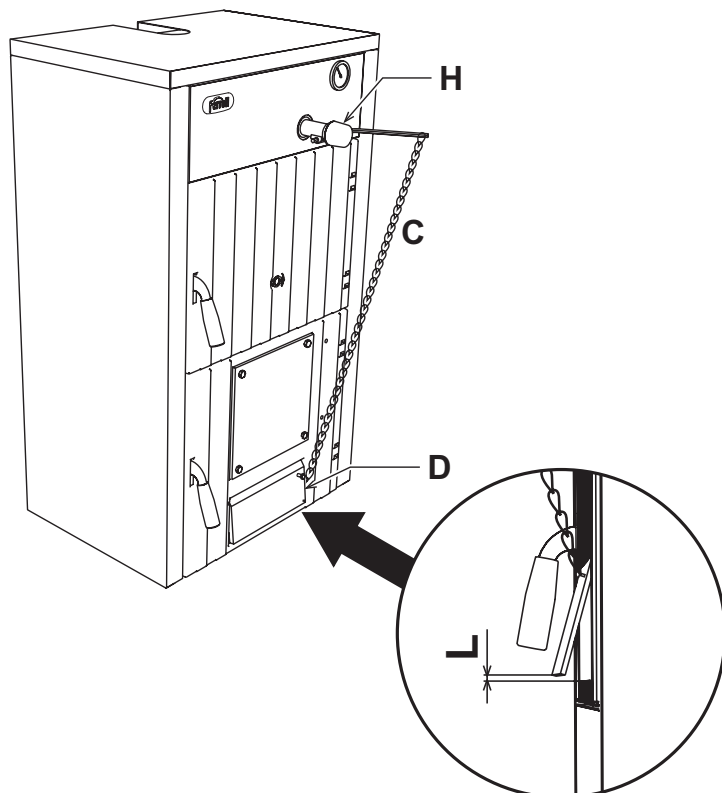

рис. 2 - Установка
2. Установите термостатический регулятор "Н" рис. 2.
4. С помощью предусмотренного для этой цели винта регулируйте дверцу воздухозаборника так, чтобы при опущенной дверце величина зазора для прохода воздуха составляла 1 - 2 мм, но не более. При холодном котле поставьте термостат на 60°. Прикрепите цепочку "С" к проушине "D" дверцы воздухозаборника и регулируйте ее длину так, чтобы зазор для прохода воздуха "L" (рис. 2) составлял около 15 мм при использовании каменного угля "coke III" и 2 мм при использовании древесного топлива.
С помощью предусмотренного для этой цели винта регулируйте дверцу воздухозаборника так, чтобы при опущенной дверце величина зазора для прохода воздуха составляла 1 - 2 мм, но не более. При холодном котле поставьте термостат на 60°. Прикрепите цепочку к проушине дверцы воздухозаборника и регулируйте ее длину так, чтобы зазор для прохода воздуха "L" (рис. 2) составлял около 15 мм при использовании каменного угля "coke III" и 2 мм при использовании древесного топлива.